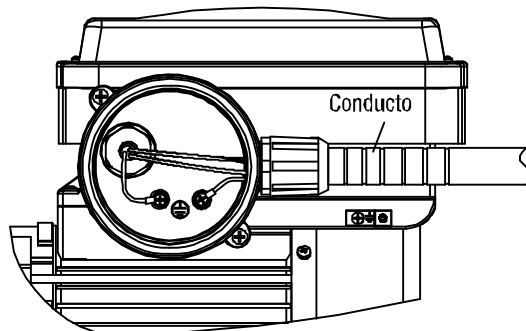

FIGURA 4
- Instale el conducto en el conector. (FIGURA 4)